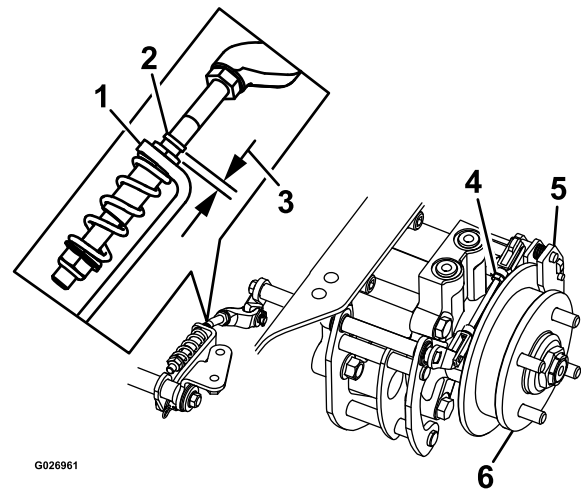

Figura 71
8. Compruebe si hay un espacio visible entre la escuadra y el tope del acoplamiento (ver Figura 71).